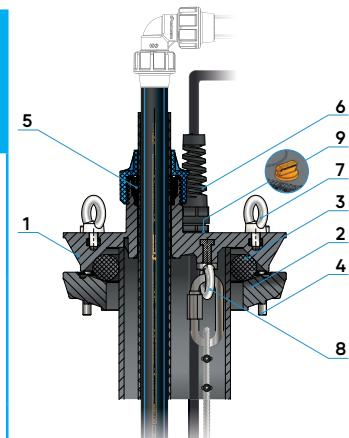

Рисунок 1
### 4.1 Устройство оголовка (рисунок 1):
Оголовок скважинный ОСП «ХИТ» (рисунок 1) состоит из основания (1), прижимного фланца (2), резинового кольца (3) и комплекта стяжных болтов (4) с шайбами и гайками. Основание представляет собой пластмассовую деталь, на которой установлены: цанговый зажим (5) для напорной полипропиленовой трубы; гермоввод (6); два верхних рым-болта (7); один нижний рым-болт с карабином (8) для крепления троса; заглушка (9) для закрепления троса от сливного клапана или для установки дополнительного оборудования.